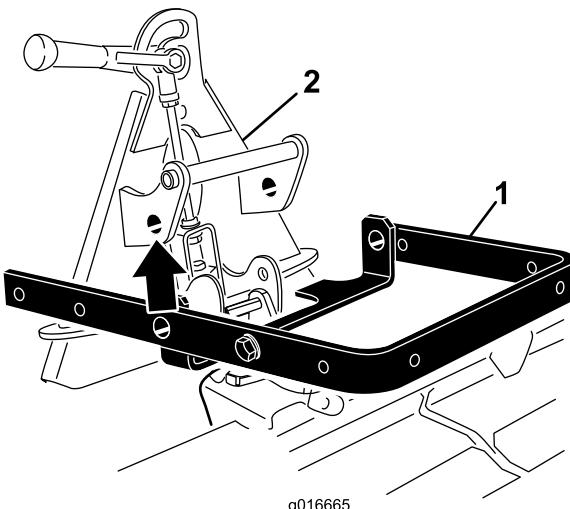
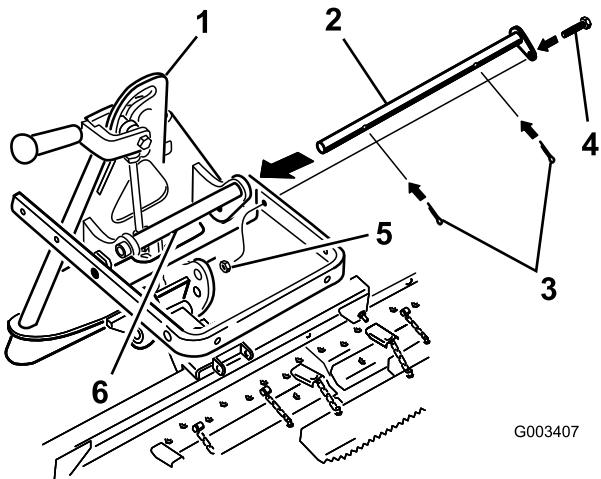

Figure 4
Figure 5
2. Alignez le bras de levage sur le support de l'adaptateur d'accessoire (Figure 4) et accouplez-les avec la barre d'articulation comme illustré à la Figure 5.
Remarque: Lorsque vous déplacez l'adaptateur d'accessoire, servez-vous de la poignée prévue au dos (Figure 4).
3. Fixez la barre d'articulation avec 2 goupilles fendues et un boulon (3/8 x 1-1/4 pouces) (Figure 5).